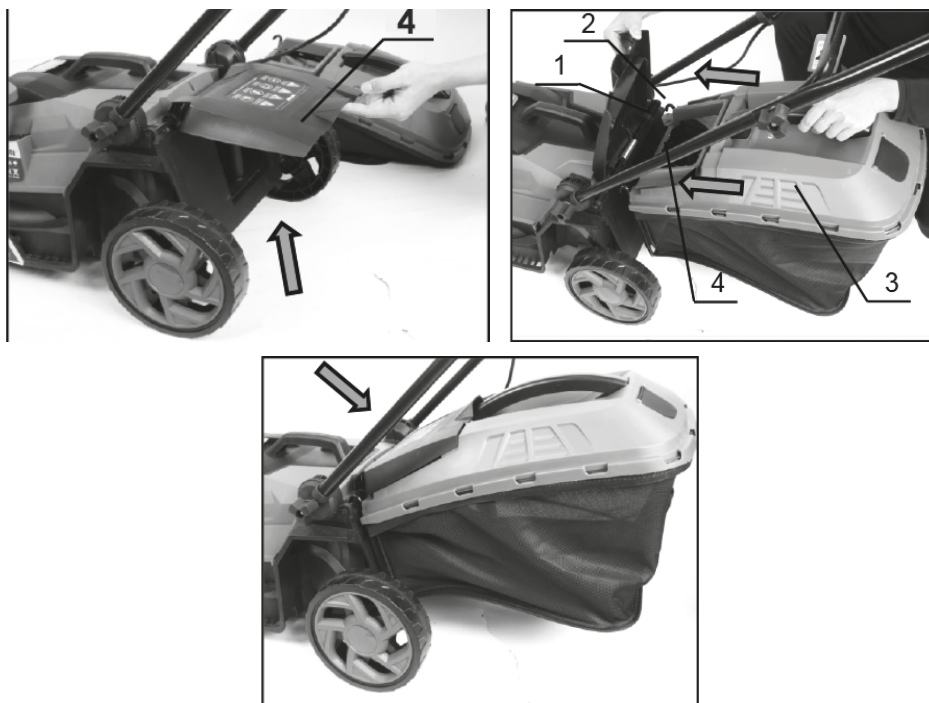

Рисунок 10. Схема під'єднання контейнера для трави (травозбірника).
- відкрити задню кришку косарки (3, рис. 10);
- поєднати гачки (2, рис. 10) травозбірника (3, рис. 10) з виступаючими кінцями вісі газнокосарки (1, рис. 10), як показано на рис. 10;
- переконатися в надійності фіксації травозбірника та закрити задню кришку корпусу газнокосарки (1, рис. 10).